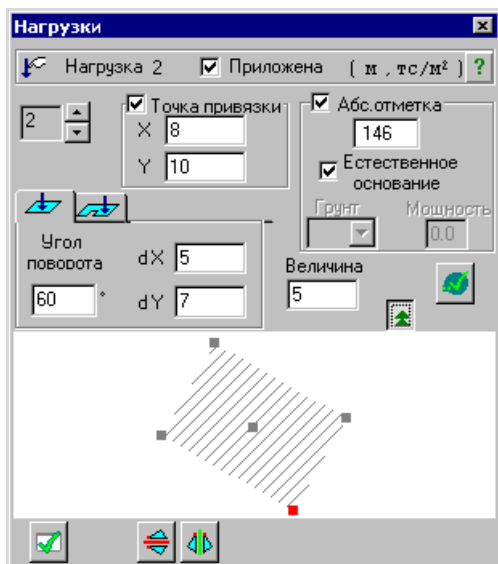

Рис.11.4.5. Окно диалога **Нагрузки**
- Во все еще открытом окне диалога **Нагрузки** (рис.11.4.5) выполните следующие действия:
- в дополнительно открывшейся части окна диалога щелчком мыши укажите точку (нижняя правая) привязки прямоугольного штампа нагрузки так, как это показано на рис.11.4.5.